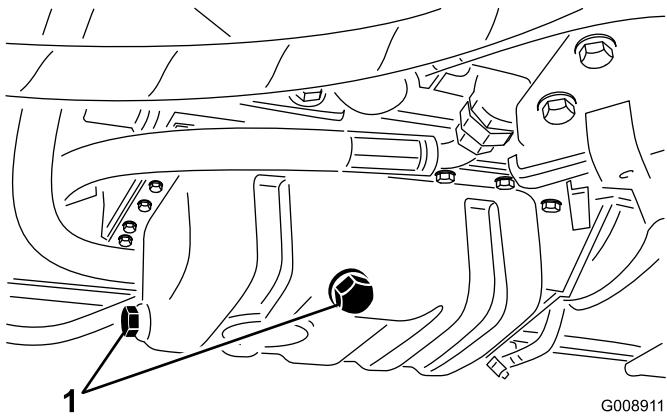

図 47
- ドレンプラグ（図 47）の片方を外し、排出されるオイルを廃油受け容器に回収する。オイルが抜けたらドレンプラグを取り付ける。